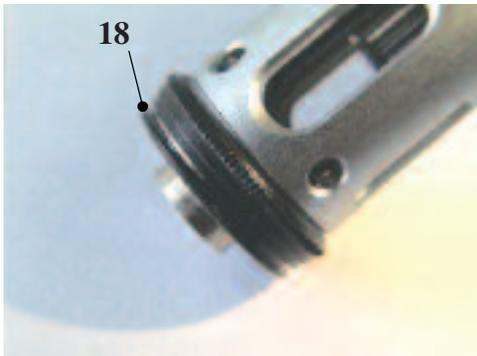

Fig. 17
- Faire tourner la platine à hélicoïdes (26) pour vérifier que les mâchoires de centrage peuvent se fermer régulièrement et simultanément. Si nécessaire, répéter la procédure d'assemblage.
- Visser l'écrou (18) et le serrer, Fig. 17.
- Engager les deux clavettes (22) puis monter le joint torique (20) préalablement lubrifié, Fig. 17.